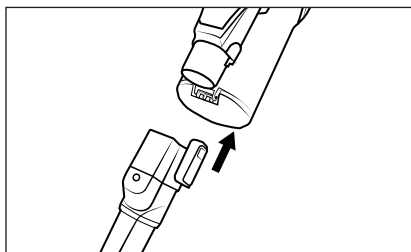

Fig. 14
- ◆ Monte el accesorio en el tubo de aspiración **24** o en el orificio de aspiración del aparato hasta que encastre con un chasquido (consulte la fig. 14). Para ello, asegúrese de que el encastre esté en la posición correcta.